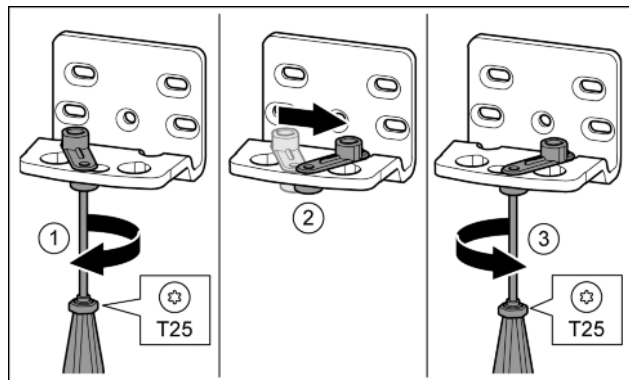

Fig. 16
- Visser la vis sans serrer avec un tournevis T25. Fig. 16 (1)
- Soulever le ressort de fermeture et le tourner de 90° à droite dans l'alésage. Fig. 16 (2)
- Serrer la vis avec un tournevis T25. Fig. 16 (3)